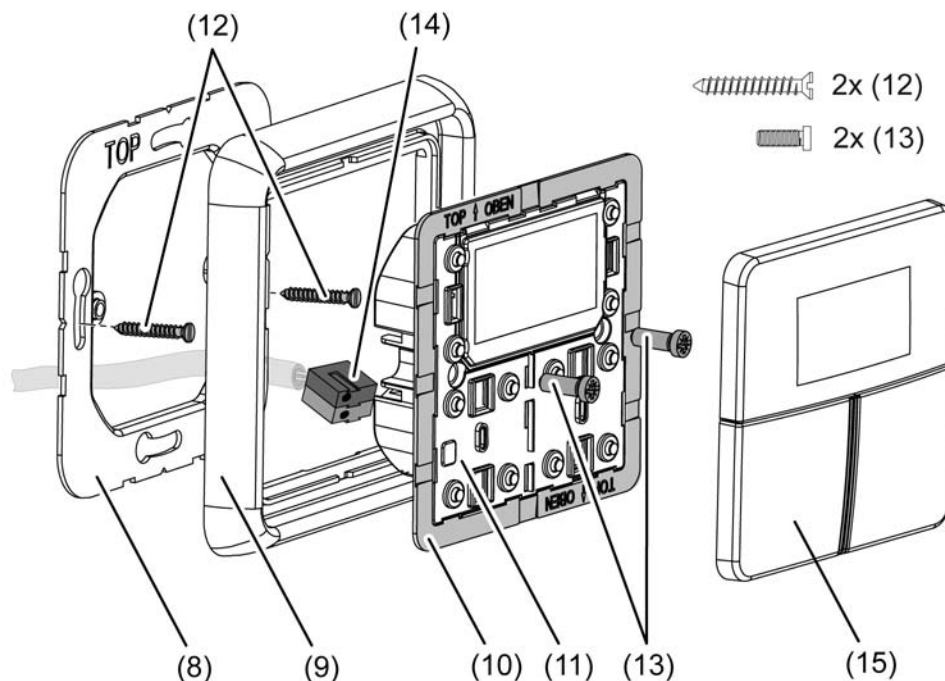

Bild 3: Montage des Stetigregler-Moduls
- Adapterrahmen (10) lagerichtig von vorn auf das Stetigregler-Modul (11) aufrasten (Bild 3). Kennzeichnung **TOP** = oben/vorne beachten.